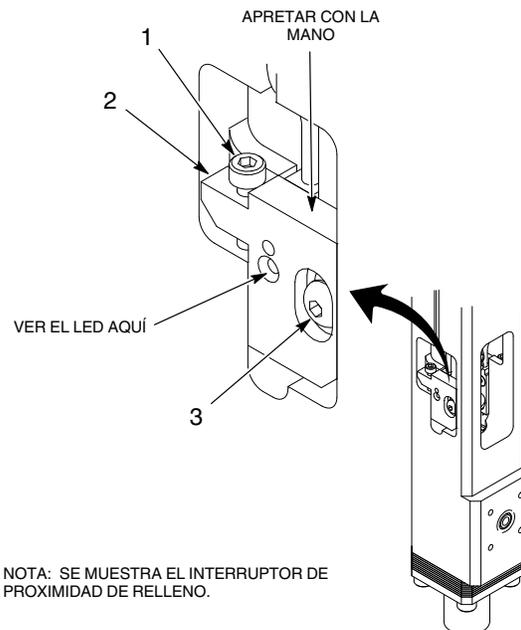

Figura 5 Ajuste típico del interruptor de proximidad
2. Ver la figura 5. Aflojar el tornillo (3) hasta que la placa de conmutación (2) se mueva libremente.
3. Al apretar con la mano sobre la placa de conmutación (2), llevar a cabo lo siguiente:
- a. Utilizando el extremo esférico de la llave hexagonal, girar el tornillo de ajuste (1) en sentido horario hasta que el LED se apague.
- b. Girar lentamente el tornillo de ajuste (1) en sentido antihorario hasta que el LED se encienda. Girar el tornillo de ajuste otro $\frac{1}{4}$ de vuelta en sentido antihorario.
- c. Apretar el tornillo (3) a 14 pulg.-lb (1,3 N•m).
- a. Utilizando el extremo esférico de la llave hexagonal, girar el tornillo de ajuste (1) en sentido antihorario hasta pasar el punto de activación y que el LED se apague.
- b. Girar lentamente el tornillo de ajuste (1) en sentido horario hasta que el LED se encienda. Girar el tornillo de ajuste otro $\frac{1}{4}$ de vuelta en sentido horario.